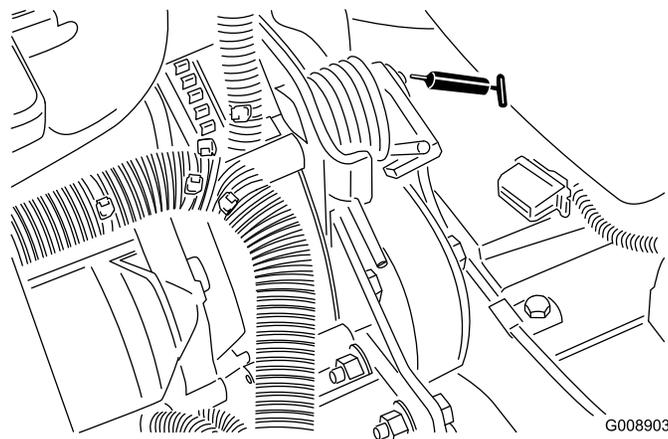

Рисунок 58
- Ось поворота механизма натяжения ремня (Рисунок 58)